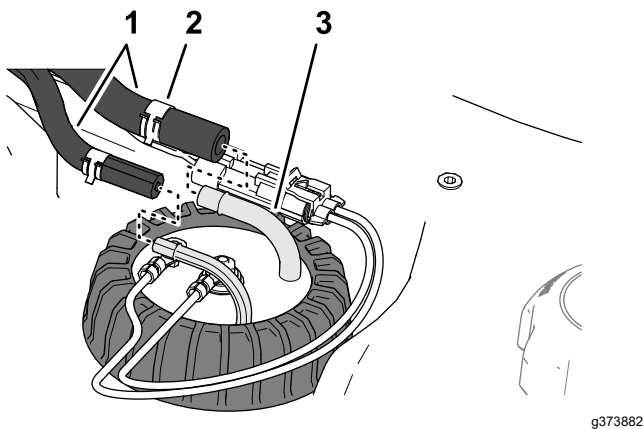

Figure 93
4. Éloignez les colliers qui fixent les flexibles sur les raccords vers l'intérieur du transmetteur de niveau de carburant, et débranchez les flexibles des raccords (Figure 93).